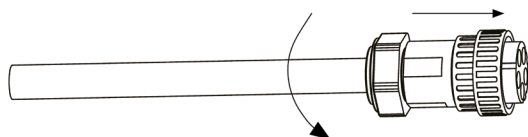

Fig. 36. Conexión y fijación del manguito en el terminal AC.
- e. De acuerdo con la dirección de la flecha, empujar el manguito roscado hasta conectarlo en el cabezal del terminal de AC y luego girar el prensaestopas en el sentido de las agujas del reloj para bloquearlo, tal como se muestra en la Fig. 36: